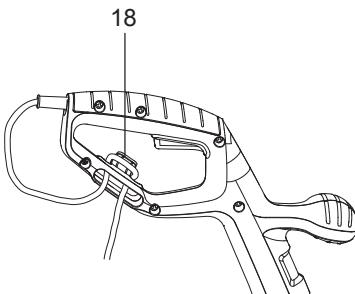

Fig. 5
- > Duplique o cabo de alimentação cerca de um pé a partir da extremidade. Passe o laço através do orifício na proteção traseira de segurança e o laço sobre o redutor de tensão do cabo (18). Puxe ligeiramente o cabo para garantir que está bem fixado na pega(Fig. 5).